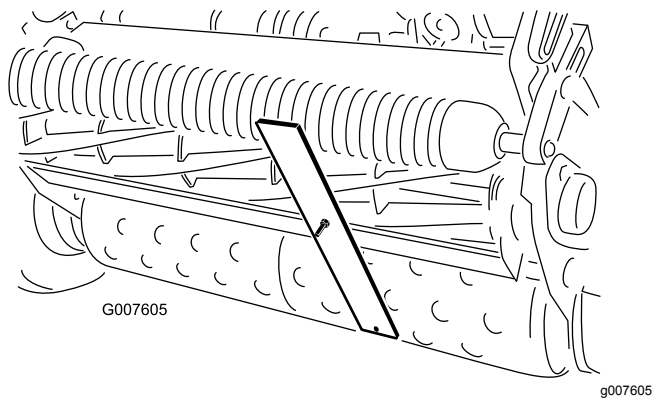

Bild 56
4. Haken Sie den Schraubenkopf an die Schnittkante des Untermessers ein, und stützen Sie das hintere Ende der Leiste auf der Heckrolle ab (Bild 56).